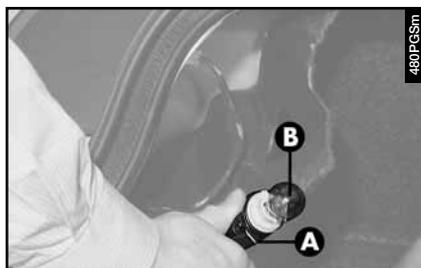

fig. 59
## FEUX DE DIRECTION ET DE POSITION/STOP (fig. 59)
- Sortir le porte-lampe (**B-fig. 59**) en le tournant dans le sens contraire des aiguilles.